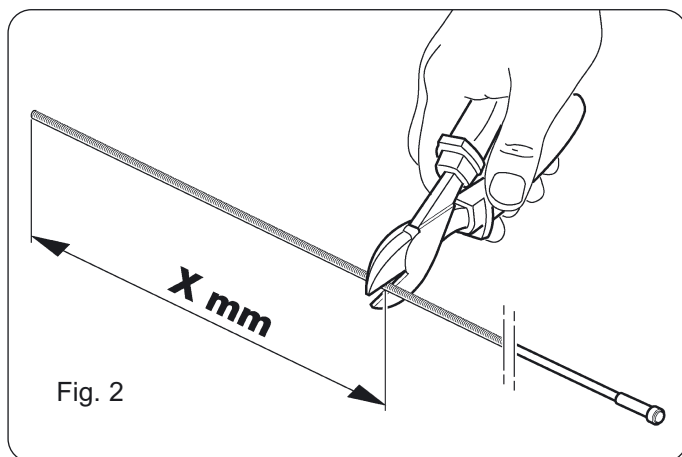
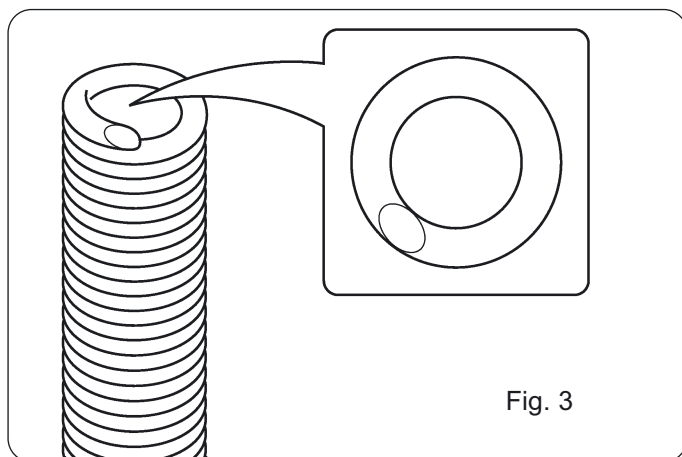

Fig. 2
Fig. 3
- Retirar o guia, cortar a parte terminal da medida precedentemente levantada (veja fig. 2). O corte deve ser efectuado com um utensílio muito afiado, de modo a não causar rebarbas que obstruam a passagem do fio (veja fig. 3).